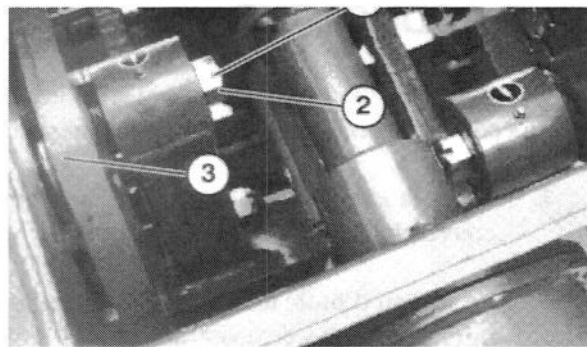

Figure 17
3. S'assurer que l'extrémité du tube de ventilation du boîtier et ouverte et propre (Fig. 17).
2. Enlever la goupille qui fixe l'écrou crénelé au vilebrequin supérieur (Fig. 17). Vérifier à la main de quelle façon l'écrou est serré. S'il est très desserré, le visser dans le sens des aiguilles d'une montre jusqu'à ce qu'il vienne s'appuyer sur la rondelle extérieure et que l'on sente une résistance.